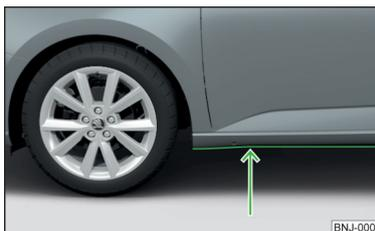

Fig. 124
- Antes de atravessar poças de água verifique a sua profundidade. O nível da água não deve ultrapassar o bordo inferior da parte inferior da embalagem » Fig. 124.